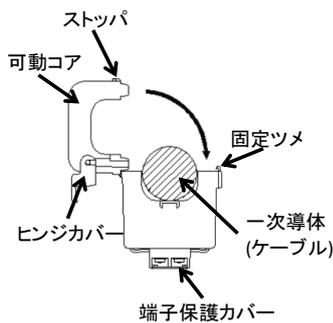

図 1
- (1) 可動コアの固定つめを押し、噛み合わせをはずして可動コアを開いてください(図 1)。この時、ヒンジカバーは自動的に開きます。電流センサの取付け方向(図 3 の電源側, 負荷側)を間違えないよう K, L の記号を確認して、ケーブルを下からくぐらせます。
- 可動コアを移動方向(図1記載)以外の方向に曲げないでください。電流センサが破損する可能性があります。